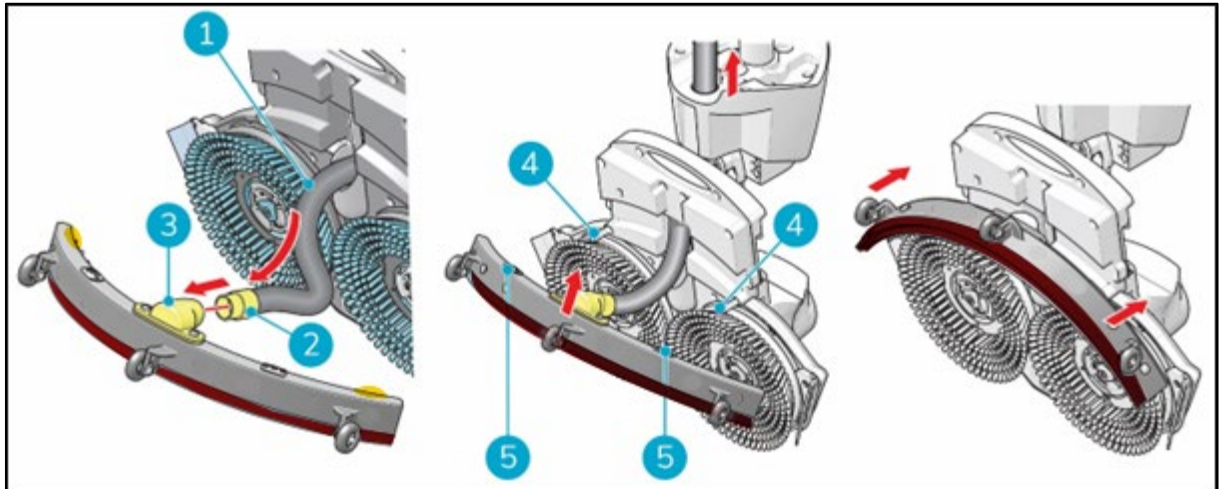

Figure 11
1. Prenez le tuyau d'aspiration (figure 11, pos. 1).
2. Insérez le connecteur du tuyau (11, pos. 2) dans la raclette (figure 11, pos. 3).
3. Tournez le connecteur du tuyau de 1/4 de tour pour avoir un ajustement ferme (figure 11, pos. 2).
6. Alignez les goupilles sur le pont de brossage (figure 11, pos. 4) avec les trous sur la raclette (figure 11, pos. 5).